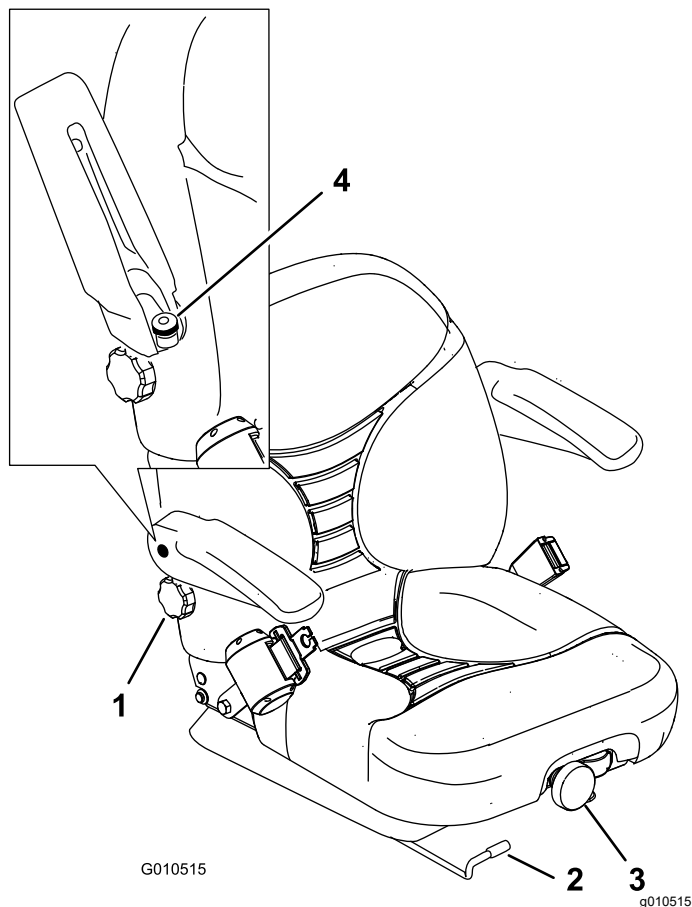

Figura 33
1. Deplaseai maneta lateral pentru a debloca scaunul (Figura 33).
Pentru a regla scaunul, rotii butonul frontal în orice direcție pentru a obține un confort optim (Figura 33).
Pentru a regla partea din spate a scaunului, rotii butonul de sub cotiera din dreapta, în orice direcție, pentru a obine un confort optim (Figura 33).
Ridicai cotiera i rotii butonul, în orice direcție, pentru a obine un confort optim (Figura 33).